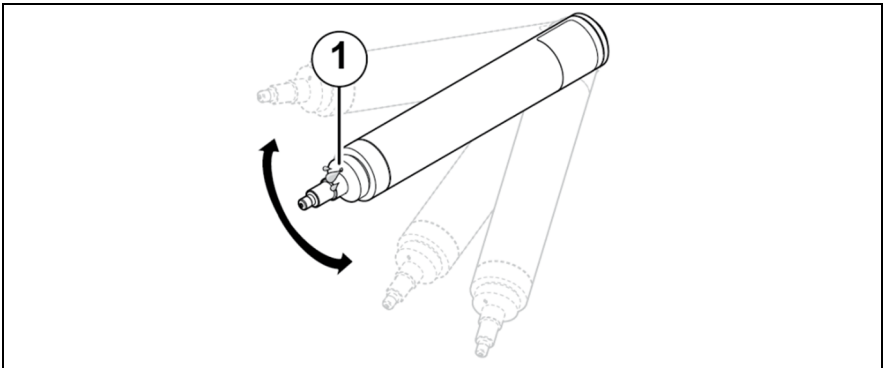

Abb. 12: Sensorkörper trocken schütteln
- ▶ Sensorkörper mehrfach trocken schütteln (siehe Abb. 12, S. 25).